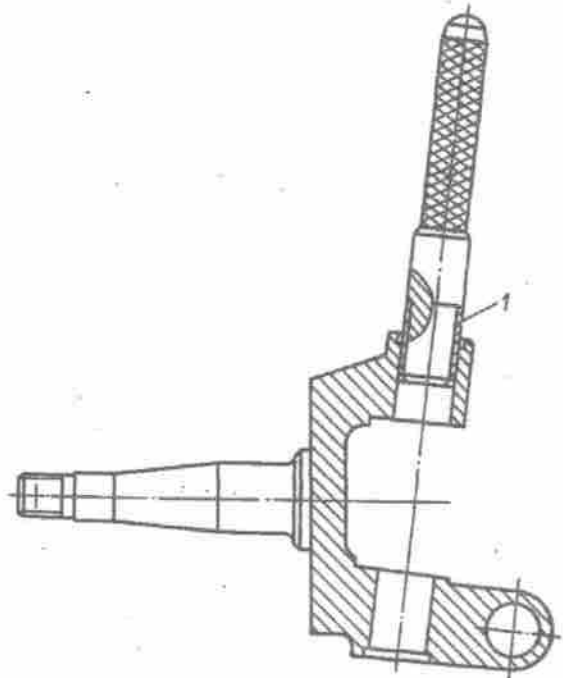
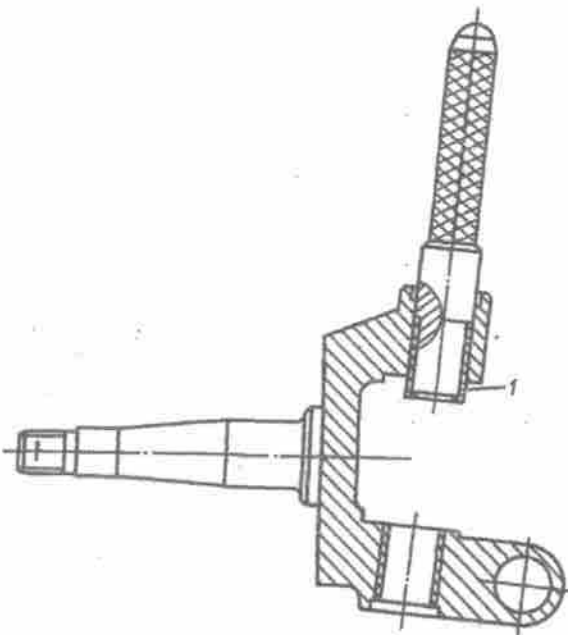
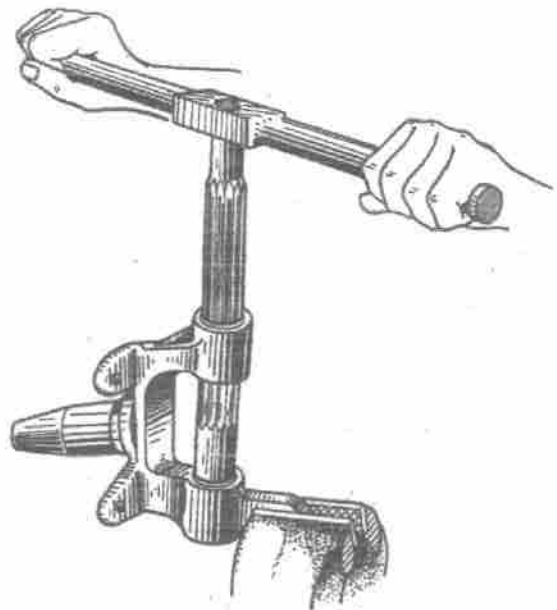

Bild 179. Einpressen der Buchsen des Achsschenkelbolzens:
Bild 178. Austreiben der Buchsen des Achsschenkelbolzens:
Bild 180. Aufreiben der Buchsen des Achsschenkelbolzens
2. Zum Austreiben (Bild 178) und Einpressen (Bild 179) der Buchsen der Achsschenkelbolzen verwendet man einen speziellen Dorn. Beim Einpressen der Buchsen in die Achsschenkel sollen die offenen Enden der Ölkanäle nach oben gerichtet sein. Die Öffnungen in den Buchsen müssen mit den Öffnungen der Kugelschmierköpfe zusammenfallen. Die eingepresten Buchsen sind auf Durchmesser $25^{+0,030}_{-0,008}$ mm aufzureiben (Bild 180); der Lehdorn (Durchmesser 24,995 mm) muß gleichzeitig in beide Öffnungen hineingehen.